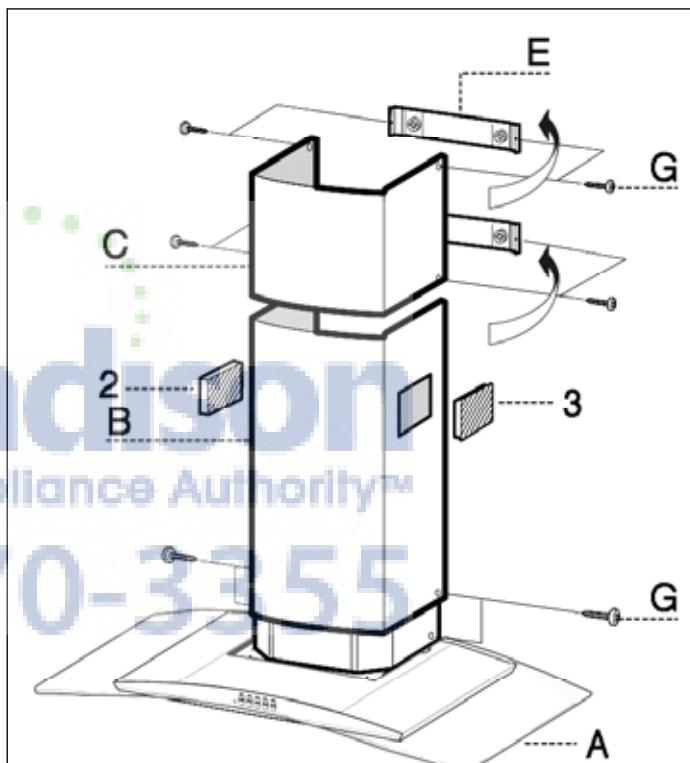

FIGURE 10
2. Installer la CHEMINÉE SUPÉRIEURE (C de la FIGURE 10). Elargir légèrement les deux bords latéraux de la cheminée et les accrocher derrières les FIXATIONS DE CHEMINÉE (E); refermer jusqu'à la butée. Fixer latéralement aux FIXATIONS DE CHEMINÉE (E) à l'aide des VIS DE CHEMINÉE (G).
3. Installer la CHEMINÉE INFÉRIEURE (B). Elargir légèrement les deux bords latéraux de la cheminée et les accrocher entre la CHEMINÉE SUPÉRIEURE et le mur; refermer jusqu'à la butée. Fixer latéralement la partie inférieure au la HOTTE (A) à l'aide des VIS DE CHEMINÉE (G).